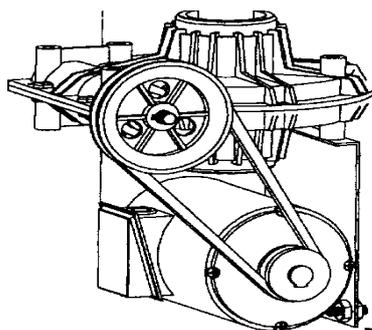

Рис.12
**Примечание.** Отрегулировать положение монтажной пластины (X) согласно рис.12, если вертикальная направляющая не фиксируется или монтажная головка в рабочем положении находится более чем в 2-3 мм от обода колеса.